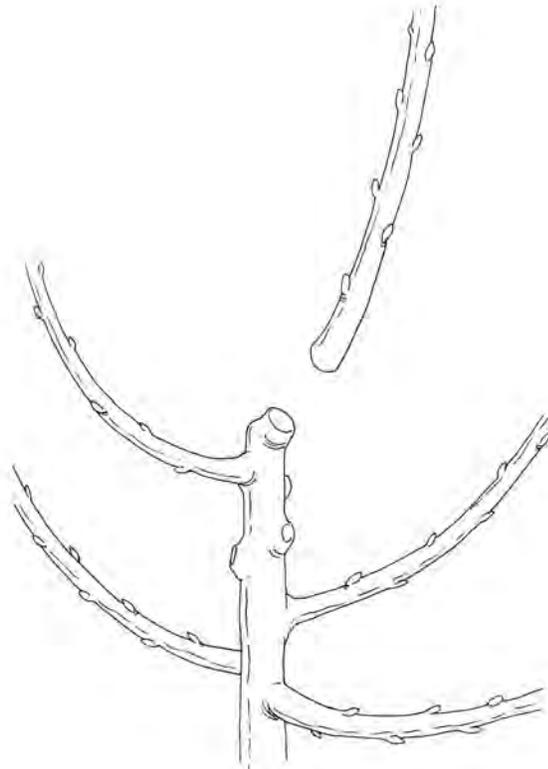

Figura 25
- Si el árbol está sobre portainjerto semivigoroso, compruebe si se han desarrollado uno o dos ejes muy fuertes cerca del corte hecho cuando se plantó el árbol. De ser así, quítelos para mantener el árbol en equilibrio (Figura 25).